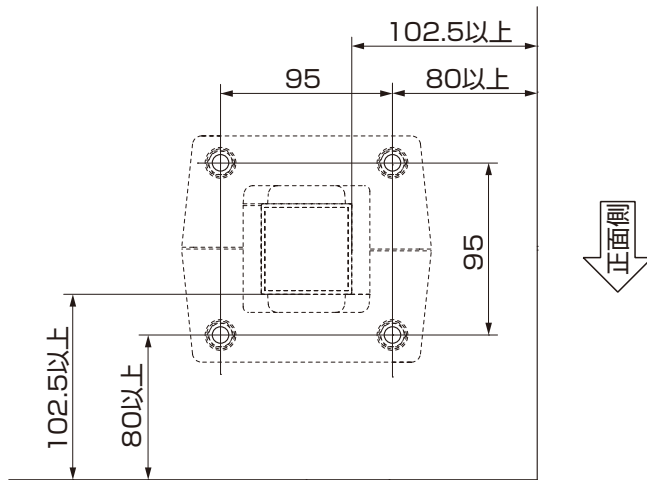

図5-1
- ① 図5-1、図5-2を参照して、基礎部に必要
さい。(図5-1、図5-2参照)